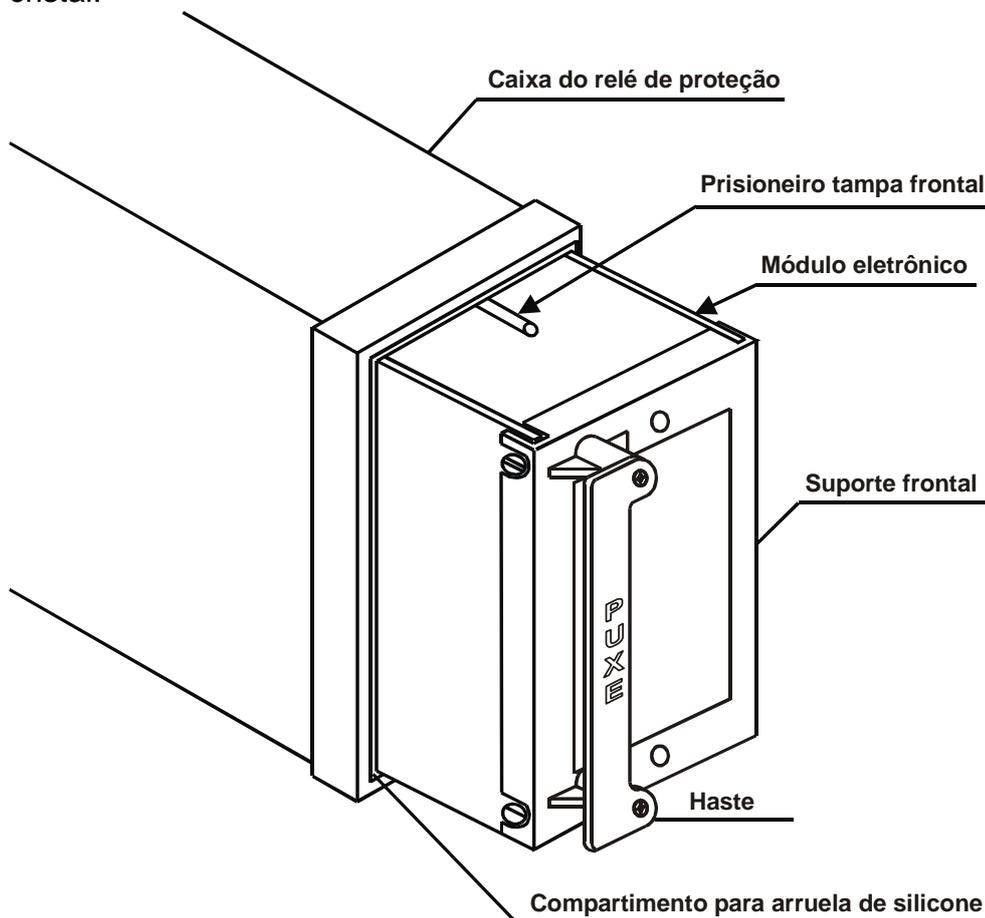
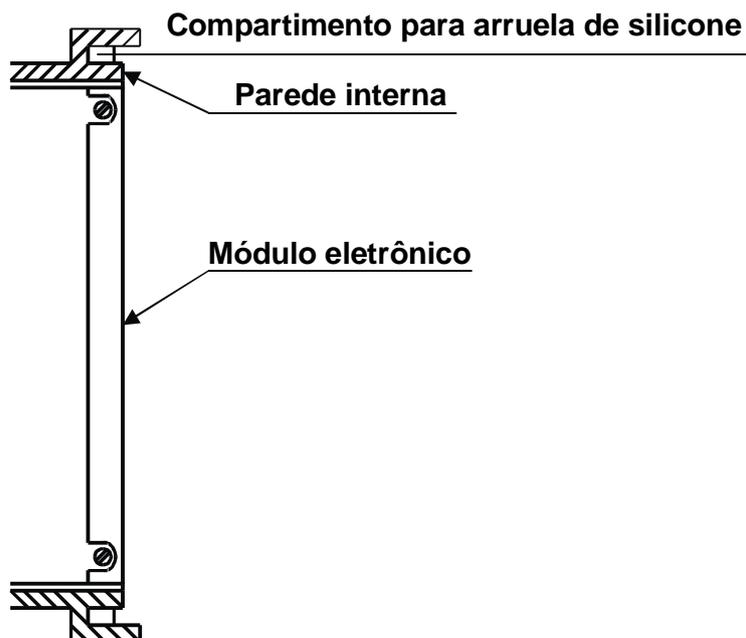

Figura 8: Inserção do módulo eletrônico
Figura 9: Vista em corte do encaixe do relé
- a) posicionar o módulo eletrônico (figura 8) na caixa do relé. Utilize haste (figura 8) para encaixar as placas de circuito impresso do módulo eletrônico nas guias internas da caixa.
b) aplicar pressão nas laterais da haste (figura 8) até que o suporte encaixe totalmente na caixa do relé, ou seja, o módulo precisa ficar totalmente alinhado com a parede interna do compartimento para arruela de silicone (figura 9). Aplicar pressão considerável para um encaixe uniforme e seguro. O sistema de conexão é extremamente robusto e suporta o mecanismo de inserção do relé.